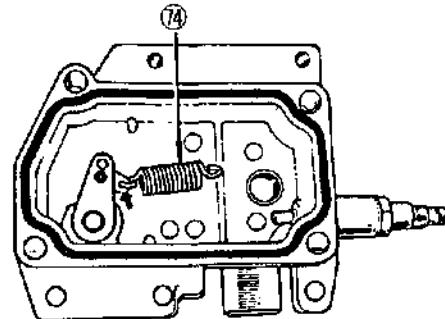

Figura.14-60 Instalación de la cubierta del regulador (1)
(1) Para el regulador de todas las velocidades, enganche el resorte de control ⑦4 al extremo oscilante de la palanca de control. (Vea la figura.14-60)
Asegúrese de que la abertura del gancho del resorte de control ⑦4 queda encarada a la envoltura de la bomba como se muestra en la figura.14-60.